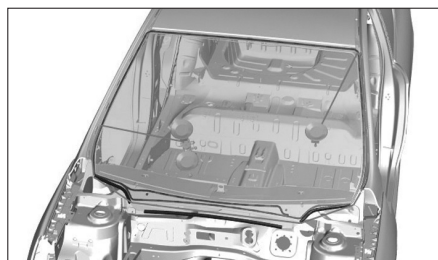

Fig. 7
- Transposer le dispositif de bobinage (Fig.7), et poursuivre la découpe.